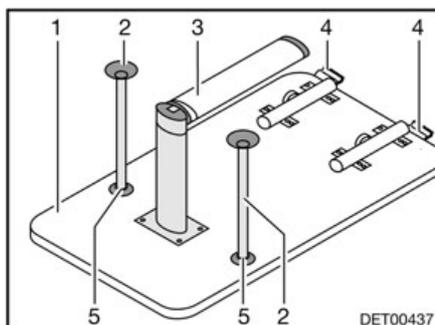
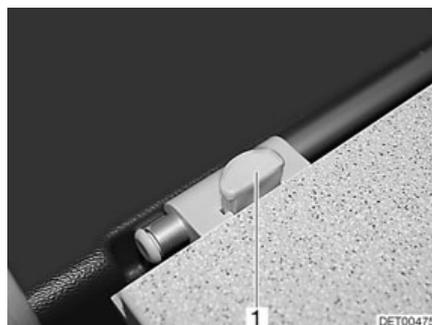

Fig. 76 Base de cama
Fig. 77 Bloqueo
- Levantar 45° aprox. el tablero de mesa (Fig. 76,1) por delante.
- Abatir la parte inferior de la pata de apoyo articulada (Fig. 76,3) 90°. Para ello, según el modelo, tirar la parte inferior de la pata de apoyo articulada hacia abajo o presionar el botón de desbloqueo.
- En el bloqueo (Fig. 76,4) pulsar el botón de desbloqueo (Fig. 77,1).
- Según el modelo, encajar los dos pies de apoyo adicionales (Fig. 76,2) en los alojamientos (Fig. 76,5) en el lado inferior del tablero de la mesa.